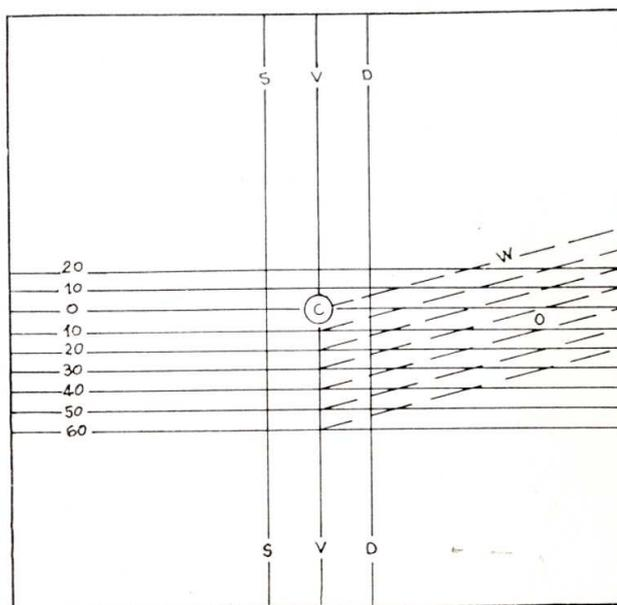

Fig. 85 - Lignes de repère pour le contrôle des phares, reproduites sur l'écran de l'appareil 88075020
- Par feux code branchés, la coupure horizontale du faisceau lumineux, reproduite sur l'écran de l'appareil, indiqué à la fig. 85 doit être parallèle aux lignes tracées sur l'écran; la coupure inclinée doit être elle-aussi parallèle aux lignes inclinées de l'écran.